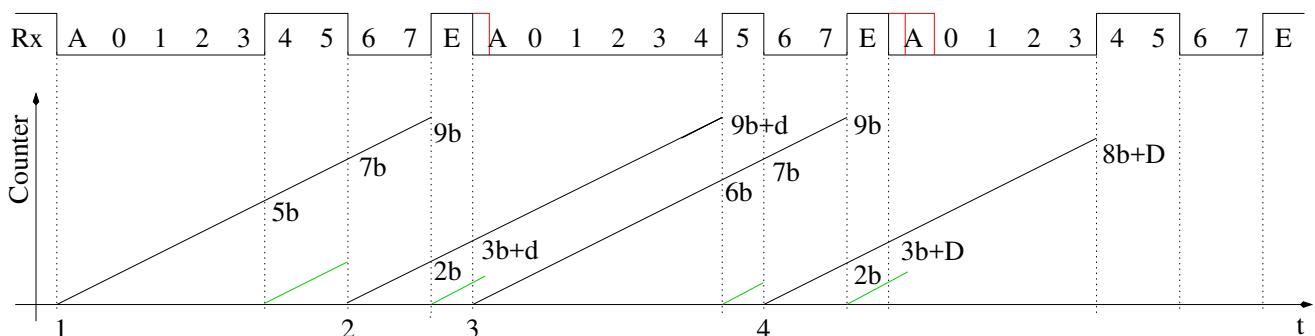

Abbildung 3.6. Mögliche Zeitmessungen für die STK\_GET\_SYNC Bitfolge
Wenn für die Erzeugung des Bootloaders eine Baudrate unter  $100\text{Baud}$  angegeben wird, wird die Baudrate aus dem ersten empfangenen Zeichen automatisch ermittelt. Zum Beginn einer Übertragung mit dem STK500 Protokoll sendet der Rechner das Kommando STK\_GET\_SYNC (0x30) gefolgt vom Steuerzeichen CRC\_EOP (0x20). Bei der seriellen Übertragung ist als Ruhezustand der High-Pegel (1) verabredet. Die Übertragung beginnt dann mit einem Start-Bit auf Low-Pegel (0). Unmittelbar darauf wird die verabredete Zahl der Datenbits (8) beginnend mit dem niederwertigsten Bit übertragen und dann die Übertragung mit einem oder mehreren Stop-Bit (1) abgeschlossen. Der Pegel jedes einzelnen Bits wird für die verabredete Baud-Zeit beibehalten. Unmittelbar nach dem Ende der Stop-Bit Übertragung kann das nächste Start-Bit folgen. Es kann aber auch eine Pause mit nicht definierter Zeit bis zur Übertragung der nächsten Bitfolge auf das Stop-Bit folgen. In der Abbildung 3.6 ist das erwartete Ergebnis für die möglichen Zeitmessungen dargestellt. Auf der Zeitachse „t“ sind vier mögliche Startpositionen für eine vollständige Zeitmessung dargestellt. Der Counter wird jeweils bei einer erkannten 1 - 0 Flanke gestartet. Die richtige Startposition für das STK\_GET\_SYNC Zeichen ist mit der „1“ markiert. Die Marken „2“, „3“ und „4“ zeigen die Situation für drei falsche Startpositionen. Bei der Marke „2“ und „4“ wird fälschlicherweise eine 1-0 Flanke in der Datenübertragung als Start-Bit angenommen. Bei der Marke „3“ wird zwar ein Start-Bit richtig erkannt, es ist aber das falsche Zeichen. Es können immer dann die falschen Start-Bits erkannt werden, wenn der Bootloader erst gestartet wird, wenn die Datenübertragung schon läuft. In der Abbildung 3.6 sind die erwarteten Zählerstände für die 4 möglichen Startfälle angegeben. Dabei bedeutet das „b“ den Zählerstand für ein Bit (Baud-Dauer), das „d“ steht für eine mögliche Zeitverzögerung zwischen dem Ende der Stopbit-Übertragung bis zum Beginn eines neuen Startbits. Das „D“ steht für eine zu erwartende lange Zeitverzögerung bis zum nächsten Startbit. Die Sendesequenz ist hier zu Ende und der Rechner wartet auf eine Antwort des AVR's. In der Rx-Reihe sind die Datenbits von „0“ (kleinstes Bit) bis „7“ (höchstes Bit) nummeriert. Das Start-Bit ist mit „A“ und das Stop-Bit mit „E“ gekennzeichnet. Das erste Byte ist die Codierung des STK\_GET\_SYNC Kommandos und das zweite Byte die Kodierung des Steuerzeichen CRC\_EOP.